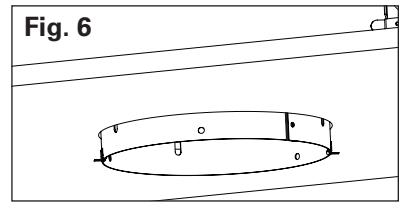

Fig. 6
4. Loosen the three screws holding the adjustable collar and drop the collar down so that it rests below the ceiling plane. Attach the two remodel clips, one per notch, to the adjustable collar. Each clip should fit inside their respective notches, making it flush with the collar. (FIG. 6)
4. Dévissez les trois vis qui retiennent la collerette ajustable et abaissez-la de manière à ce qu'elle repose sous le niveau du plafond. Attachez les deux attaches de rénovation, un sur chaque encoche, à la collerette ajustable. Chacun des attaches doit s'insérer dans son encoche respective, à fleur de la collerette. (FIG. 6)
4. Afloje los tres tornillos que sostienen el collar ajustable y deje caer el collar hasta que quede debajo del plano del cielo raso. Fije los dos sujetadores de remodelación, uno por muesca, al collar ajustable. Cada sujetador debe encajar en su muesca respectiva, para que quede a nivel con el collar (FIG. 6).